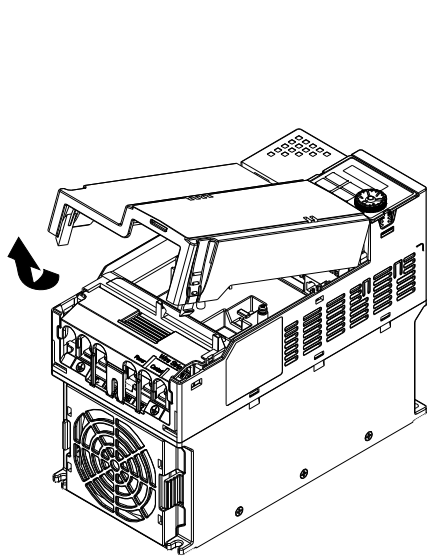

图8-28
1. 关闭变频器电源，取下变频器上盖，如图 8-28 所示。